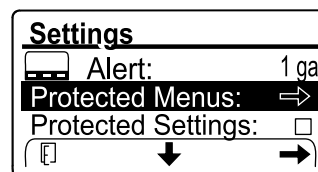

図 108
1. 保護メニュー 用の PIN 図 108を入力する アクセス制限付きメニューへのアクセス \(ページ 22\)を参照。